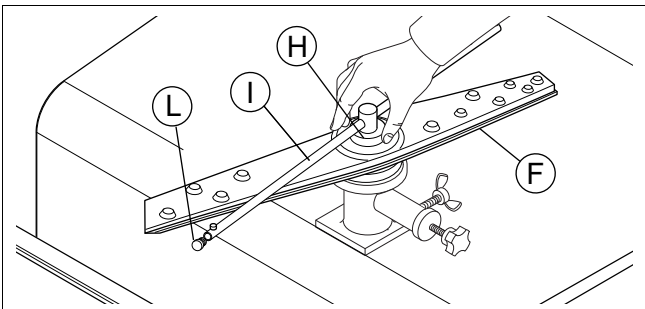

Figura 26 Brazos giratorios de lavado y aclarado
- Retire los brazos de lavado superior e inferior "F" y de aclarado "I", tras desenroscar la tuerca anular "H" (Figura 26).
- Desenrosque los tapones "L" (Figura 26) de los surtidores de aclarado.